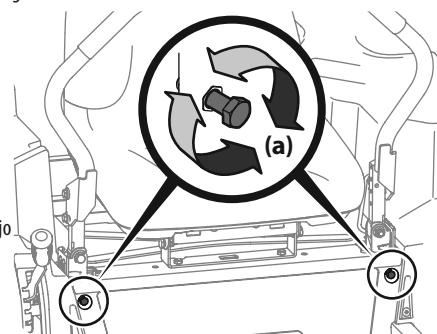

Figura 41
3. Coloque el pedal en la posición óptima según la preferencia del operador. Vea la Figura 41.
2. Ubique los pernos del ajuste de detención de las palancas de control de la transmisión de barras de seguridad (a) que están en el frente del marco del asiento. Consulte 2. Ubique los pernos del ajuste de detención de las palancas de control de la transmisión de barras de seguridad (a) que están en el frente del marco del asiento. Consulte la Figura 41.